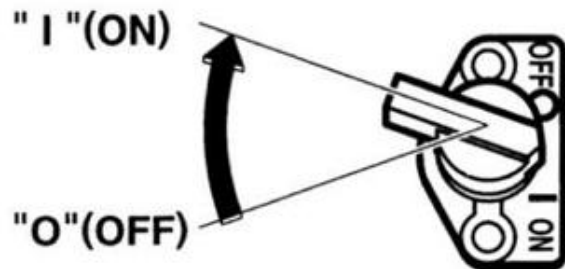

Fig. 2.3
1. Vrid motorströmbrytaren till läge "I" (On) (Fig. 2.3).